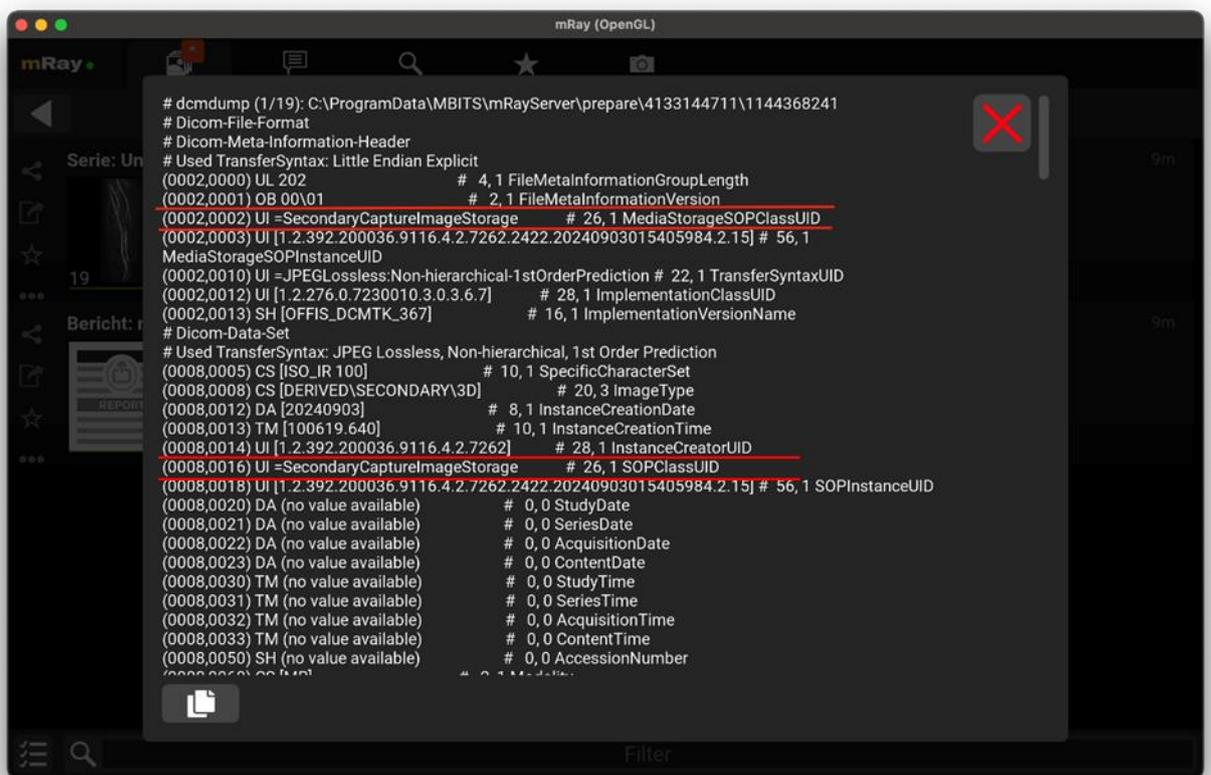

Abbildung 1
2. Das Bild ist vom Typ Secondary Capture (SC). Ob es sich um ein Secondary Capture handelt, kann in der DICOM-Tag-Ansicht überprüft werden (Abbildung 1):